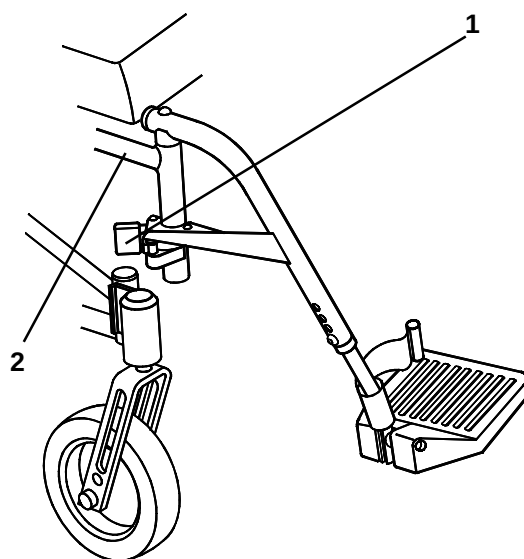

Fig. 16
Un repose-pied amovible est illustré au Fig. 16. Cette caractéristique facilite les transferts vers l'avant de votre chaise.
Pour libérer le repose-pied (Fig. 16), poussez le loquet de blocage (1) vers le cadre (2), et faites pivoter le repose-pied vers l'extérieur. Pour enlever le repose-pied du fauteuil, soulevez-le verticalement à partir de cette position.